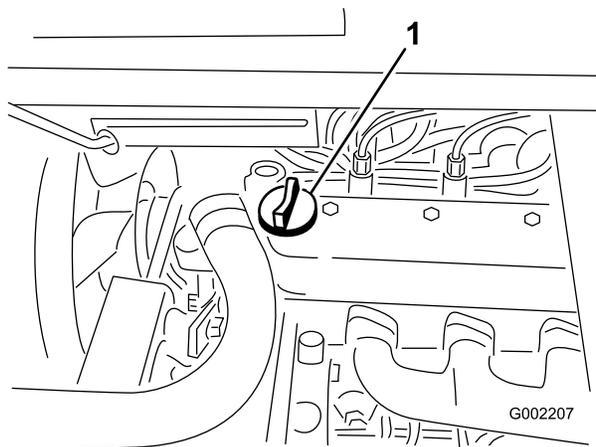

Figura 19
3. Se l'olio è insufficiente, togliete il tappo di rifornimento dal coprivalvola (Figura 19) e versate l'olio nel foro finché non raggiunge il segno di pieno (Full) sull'asta; il tipo di olio e la viscosità adatti sono riportati nella sezione Manutenzione dell'olio motore, . Versate l'olio lentamente, controllando spesso il livello durante questa operazione. Non riempite troppo.